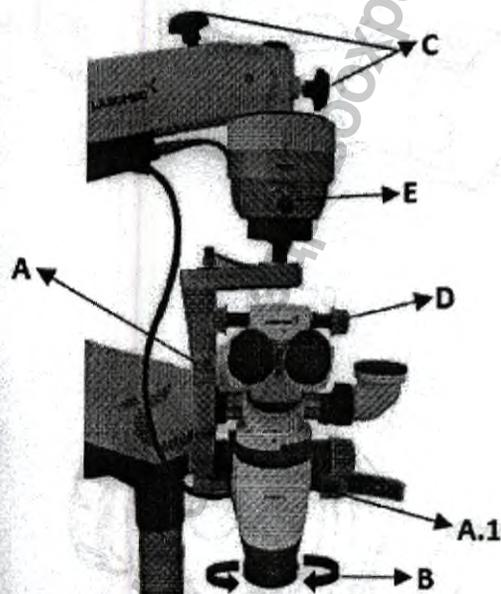

Рис. 18
- б. Отрегулируйте положение наклонного плеча при помощи муфт, обозначенных (А) и (А.1), чтобы создать необходимое поле обзора, смотрите рисунок 18.
- в. Требуемое рабочее расстояние может быть обеспечено за счет вращения кольца, отмеченного как (В), на объективе. Точная фокусировка может быть осуществлена этим же кольцом, смотрите рисунок 18.
- г. После фокусировки, заблокируйте движение поворотного плеча, подвесного плеча и наклонного плеча используя ручки блокировки, отмеченные как (С), смотрите рисунок 18.
- д. Настройте межзрачковое расстояние окуляров при помощи ручки регулировки, ручка регулировки отмечена как (D), смотрите рисунок 18.